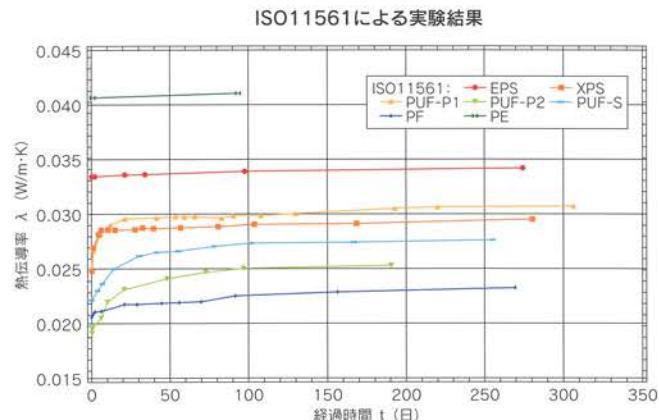

図4 発泡プラスチック系断熱材の促進劣化試験
建築設計で使用される材料熱伝導率は（例えば JIS A 9511の場合）、最短で製造後36hrの測定値である。これは、JISが商取引の簡便化を目的としているため、引き渡し時の性能を規定しており、使用中の熱伝導率を想定していないことに因る。そのためISOでは、いたずらに初期値競争が助長されるのを防止するため、①初期値を製品ばらつきを考慮し統計処理された値として提供するルール（ISO 10456³⁾、JIS A 1480⁴⁾）、②発泡プラスチックを長期間使用した後の性能を予測するための促進劣化試験（ISO 11561⁵⁾）が定められている。そこで、（独）新エネルギー・産業技術総合開発機構（NEDO）委託調査「断熱材の長期断熱性能評価に関する標準化調査」が発足し、各種断熱材の材料評価手法の検討が開始⁶⁾された。発泡プラスチック系断熱材をISO 11561の手法で評価した場合を図4に、ISOでも評価方法の明確でない繊維系吹き込み断熱材（壁）の振動による変化を検討した結果を表1に示す。